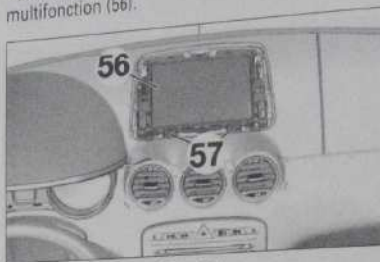

Fig. 31
- Déposer les vis (57) (Fig.31).
- Débrancher les connecteurs puis déposer l'écran multifonction (56).